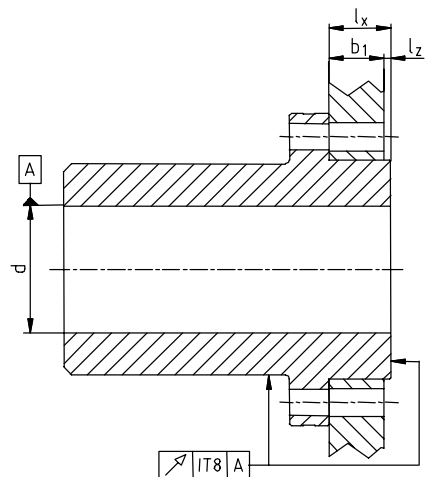

Bild 2: Rund- und Planlaufgenauigkeit
- Bei Herstellung der Kupplungsflanschbohrung durch den Kunden ist die Rund- bzw. Planlaufgenauigkeit (siehe Bild 2) einzuhalten.